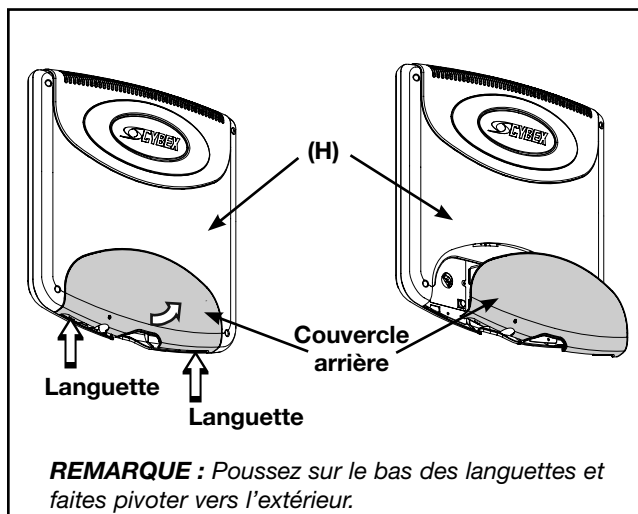

Figure 17
- A. Repérez le moniteur (H), quatre vis de montage (K), quatre rondelles de blocage (L) et quatre rondelles plates (M).
- B. Retirez le couvercle arrière du moniteur (H) en poussant sur les languettes du bas du couvercle et en les faisant pivoter vers l'extérieur. Reportez-vous à la figure 17.